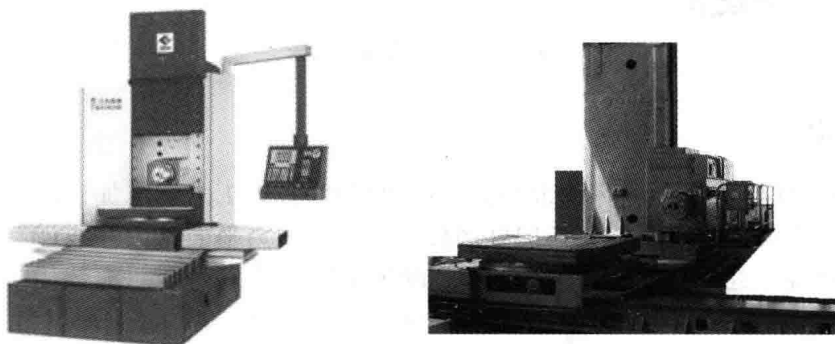

图 1.7 卧式数控铣床
(1) 立式数控铣床。立式数控铣床主轴轴线垂直于水平面，目前三坐标立式数控铣床占数控铣床的大多数，一般可进行三轴联动加工。但也有部分机床只能进行 3 个坐标中的任意两个坐标联动加工(常称为 2.5 坐标加工)。此外，还有机床主轴可以绕 X、Y、Z 坐标轴中的其中一个或两个轴做数控摆角运动的 4 坐标和 5 坐标数控立铣。
(2) 卧式数控铣床如图 1.7 所示，卧式数控铣床的主轴轴线平行于水平面。为了扩大加工范围和扩充功能，卧式数控铣床通常采用增加数控转台或万能数控转台的方式来实现四轴和五轴联动加工。这样既可以实现加工工件侧面的连续回转轮廓，又可以实现现在一次装夹中通过转台改变零件的加工位置，就是通常所说的工位，进行多个位置或工作面的加工。